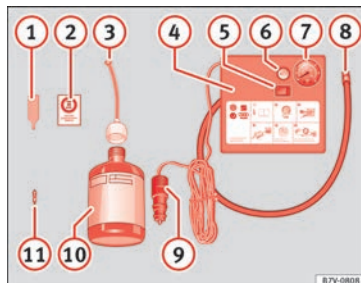

Abb. 101 Prinzipdarstellung: Bestandteile des Pannensets
Das Pannenset befindet sich im Gepäckraum unter dem Bodenbelag. Es besteht aus folgenden Bestandteilen » Abb. 101:
Den Reifenfüllschlauch »» Abb. 101 ⑧ wieder anschließen und den Reifenfülldruck an der Reifenfülldruckanzeige ⑦ ablesen.